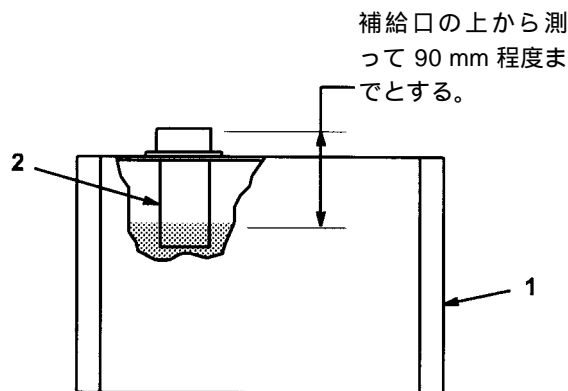

図 14
2. オイルタンク上部についているキャップを取って点検を行う。補給口から90 mm 程度下までであれば適正である（図14）。